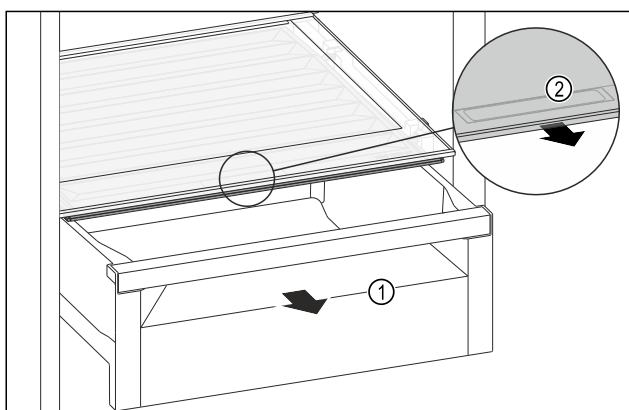

Fig. 200
- Schubfach Fig. 200 (1) herausziehen.
- Griffmulde Fig. 200 (2) am Fachdeckel anfassen und Fachdeckel gleichzeitig nach vorne ziehen.